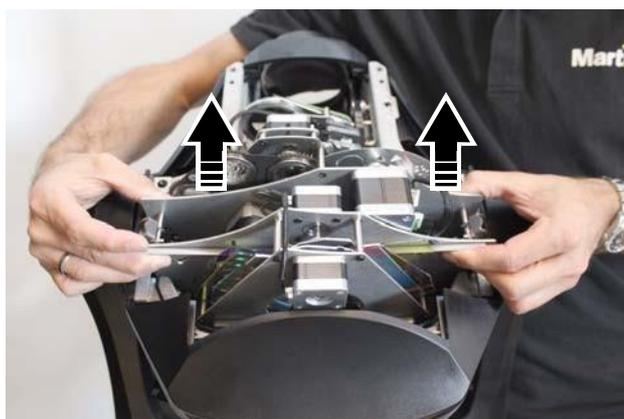

Рисунок 11: Снятие мультимодуля
3. См. рисунок 11. Приподнять мультимодуль из головной части и поставить его на чистую рабочую поверхность.